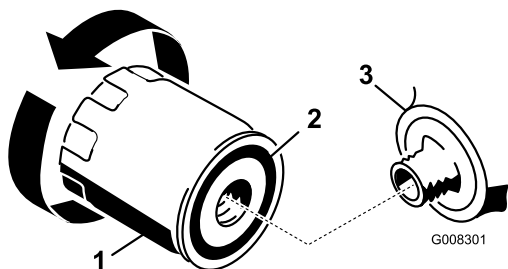

Figura 27
2. Retire el filtro usado y limpie con un paño la superficie de la junta del adaptador del filtro (Figura 27).
3. Aplique una capa fina de aceite del motor nuevo a la junta de goma sobre el filtro nuevo (Figura 27).
5. Apriete el filtro $\frac{1}{2}$ a $\frac{3}{4}$ de vuelta más (Figura 27).